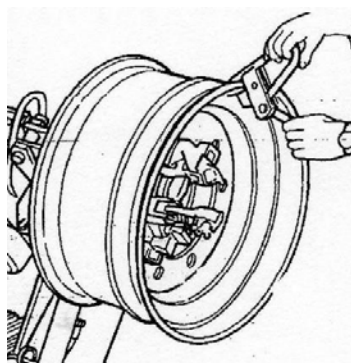

Рисунок 19
8.4.3 Присоедините монтажную трубку к внешнему краю обода в его наивысшей точке (Рисунок 19).
8.5.15 Нанесите на оба борта и обод шиномонтажную пасту (смазку), рекомендованную производителем шины и присоедините монтажную струбцину к внешнему краю обода в его наивысшей точке (Рисунок 19).